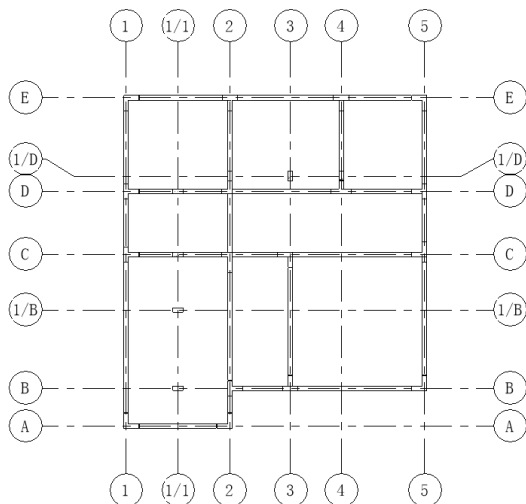

图 6-50 绘制“180×600mm”梁
(1) 在“项目浏览器”中双击“结构平面”节点下的“3F”，将视图切换到 3F 结构平面视图。
(2) 单击“结构”选项卡“结构”面板“梁”按钮, 在“属性”选项板中选择“混凝土 - 矩形梁 180×600mm”类型, 在如图 6-50 所示的位置绘制 180×600mm 梁。